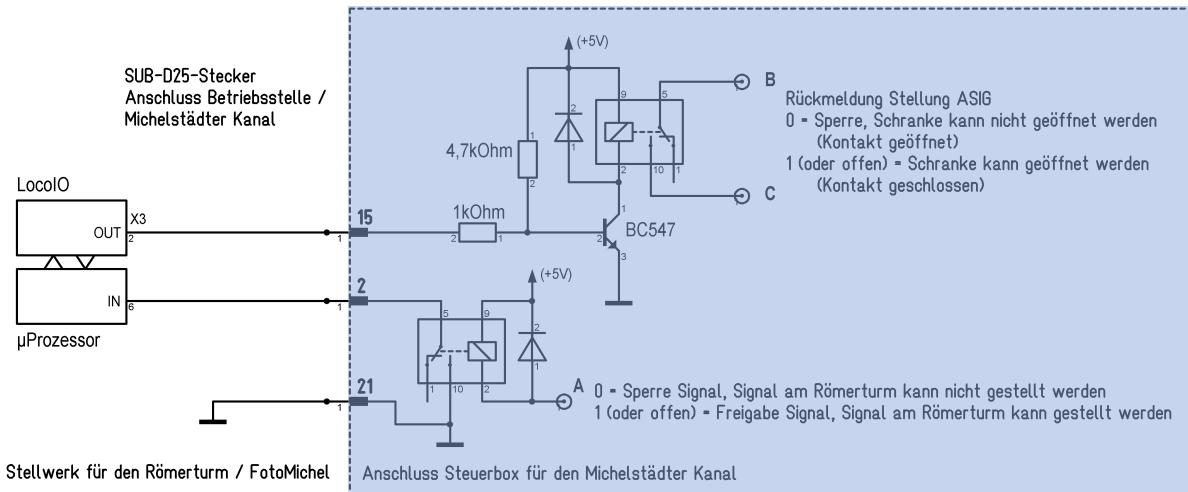

Abb. 2 Verwendung in einer Steuerbox „Methode einfach“
- Die Schaltlogik zur Freigabe der Sicherung des Bahnübergangs (Lichtzeichenanlage oder Schrankenanlage). Es muss kein Mikrocontroller sein, hier tut es möglicherweise auch die Einbindung der einfache Relaistechnik (Verwendung der Anschlüsse **A**, **B** und **C**, siehe Abb.2 - das habe ich aber nicht realisiert, bei mir kommt ein kleiner Mikrocontroller zum Einsatz). Es ist nur wichtig zu wissen, dass an der Schnittstelle mit Spannungspegeln von 0V (Masse, GND) und +5V sowie einer Strombelastbarkeit von 20mA gearbeitet wird.
Schaltet man Abb.2 aus Krümelbahn Info 4 - Stellwerktechnik für die Modellbahn (<https://github.com/Kruemelbahn/Infoletter/blob/main/Krümelbahn%20Info%204%20-%20Stellwerktechnik%20für%20die%20Modellbahn.pdf>) mit Abb.2 in diesem Dokument zusammen, ergibt sich folgende Schaltung: